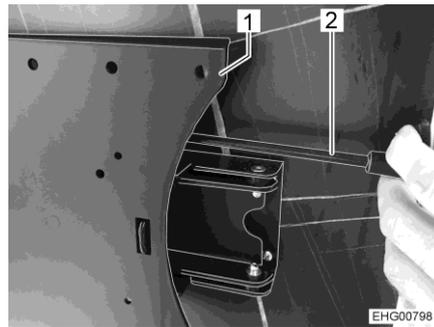

Fig. 81 Soporte de pared
- Posicionar:** ■ Tirar la palanca de desbloqueo (Fig. 81,2) y girar el soporte (Fig. 81,1) con la pantalla plana a la posición deseada.